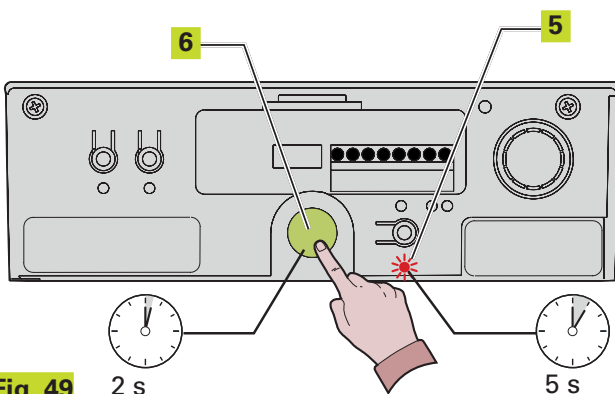

Fig. 49
Si la procédure d'apprentissage s'est terminée positivement, la LED de SETUP (Fig. 49 réf. ⑤) cesse de clignoter et reste allumée pendant 5 secondes.
Durant ces 5 secondes, il est possible, afin d'alléger la charge sur le système de déverrouillage, d'envoyer des impulsions d'OPEN (Fig. 49 réf. ⑥) toutes les 2 secondes pour faire reculer le chariot. Une impulsion correspond à une course de 5 millimètres.